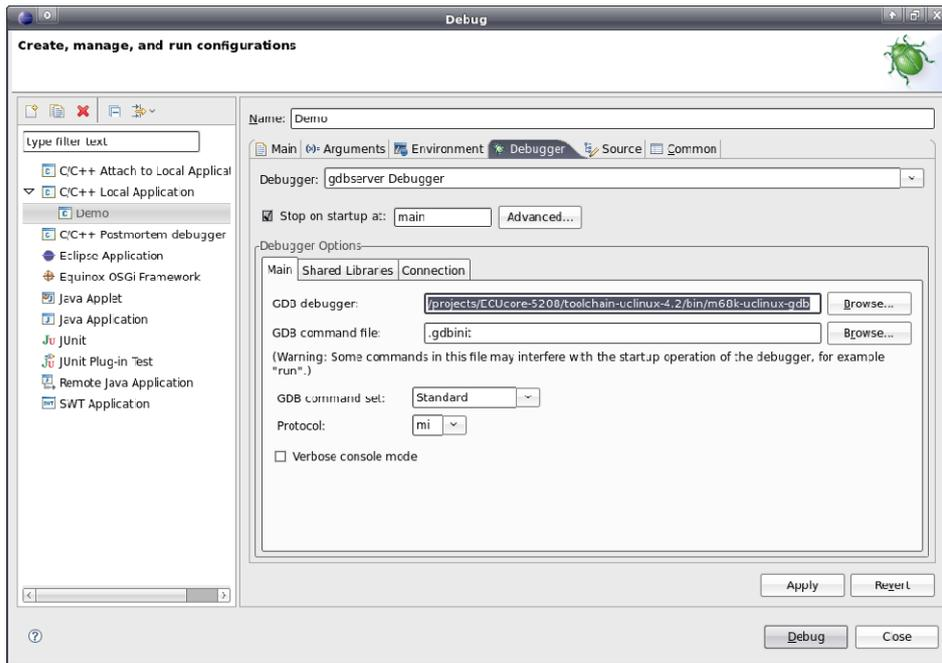

Bild 53: Auswahl des GDB Debuggers
2.2 Auswahl des zu benutzenden GDB Debuggers (siehe Bild 53)
Auf der Host-Seite muss der in der GNU-Crosscompiler Toolchain für Freescale MCF52xx-Prozessoren enthaltene GDB Debugger verwendet werden. Um diesen auszuwählen, ist zunächst der Reiter *"Debugger"* zu aktivieren. In der Sektion *"Debugger Options"* ist im Unterreiter *"Main"* im Feld *"GDB debugger"* (siehe Bild 53) der entsprechende GDB Debugger der Crosscompiler Toolchain mit vollständigem Pfad anzugeben (für das angegebene Beispiel: *"/projects/ECUcore-5208/toolchain-uclinux-4.2/bin/m68k-uclinux-gdb"*).